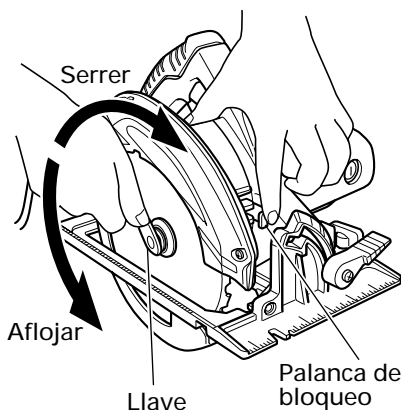

Fig. 16
- (1) Ajuste el volumen de corte al máximo, y coloque la sierra circular como se muestra en la Fig. 16.
- (2) Presione la palanca de bloqueo, bloquee el husillo, y quite el perno de brida hexagonal y la arandela (B) con la llave.
- (3) Mientras sujeta la palanca para mantener la cubierta de protección inferior completamente retractada dentro de la